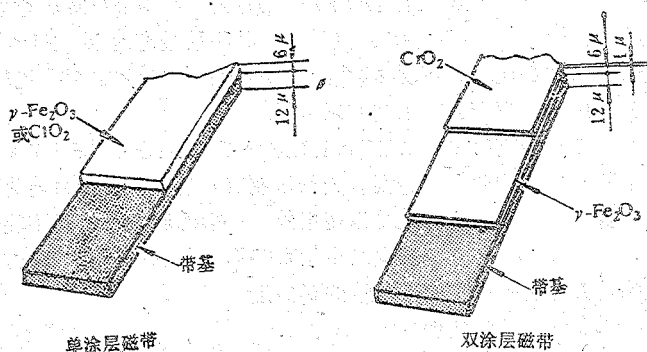

图 7 磁带的带基和涂层
的产生，还在材料中掺入一定量的石墨粉；屏蔽板是防止低频交流磁场进入磁头而设置的，多用坡莫合金等软磁材料制成；压带垫的作用是使磁带紧贴在磁头上，以保证磁带和磁头之间的空隙尽可能的小，它是在磷铜簧片上粘一小方形毛毡制成；导带轮用塑料制成，它在导轮轴上转动，引导磁带运行；导带柱是盒底成型时制出的两个圆柱，在两个导带轮边各有一根，它在磁带运行时起一定的阻尼作用；盒底和盒盖由塑料注塑成型，为了适应通用和互换，它是按国际标准尺寸设计的，其精度要求很严格。磁带由带基和磁性层组成（见图7），带基大多用聚脂薄膜制成，磁性层由磁粉和粘合剂均匀混合后涂敷在带基上，再经过微粒定向、烘干、压光和切割等工艺制成。
(4) 铁、铬双涂层盒式磁带(FERRI—CHROME CASSETTE TAPE)，简称Fe—Cr带，其磁性层有两层(见图7)。上层磁粉为 $\text{CrO}_2$ ，下层磁粉为 $\gamma\text{-Fe}_2\text{O}_3$ 。这种磁带是比较理想的新型磁带，适合用于录制音乐节目。
(5) 金属磁带(METALLIC CASSETTE TAPE)，其磁粉是由超细微粒的金属合金粉末制成。这种磁带到目前为止，除了少数特殊设计的录音座可以使用外，一般的收、录机尚不能使用。